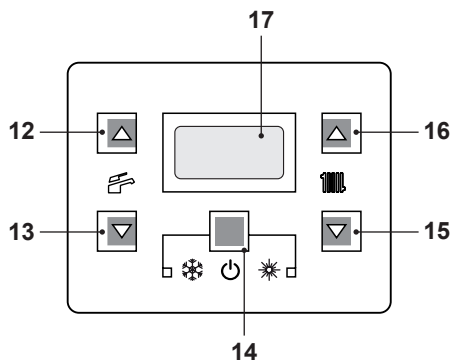
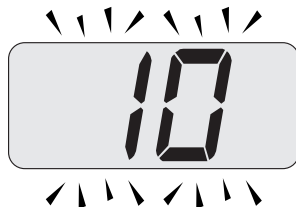
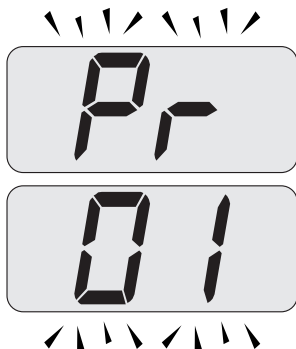
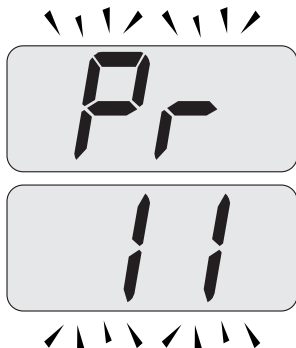

Figura 5.42
Figura 5.45
Figura 5.43
Figura 5.44
dell'impianto riscaldamento di  $\pm 15^\circ\text{C}$  agendo sui tasti 15 (diminuzione) e 16 (aumento) (Figura 5.42).
- Entrare in "modalità programmazione" premendo contemporaneamente per 10 secondi i tasti 14 - 15 - 16 (Figura 5.42) fino a far apparire sul display LCD le lettere **Pr** che si alternano con il codice **01**, indicanti l'entrata nel "parametro 01" (Figura 5.43).
- Premere contemporaneamente i tasti 14 e 16 (Figura 5.42) fino a far apparire sul display LCD il valore del parametro 11 (10=60 secondi) (Figura 5.45).
- Scorrere i vari parametri utilizzando i tasti 15 o 16 fino a far apparire sul display LCD le lettere **Pr** che si alternano con il codice **11**, indicanti l'entrata nel "parametro 11" (Figura 5.44).
- Premendo il tasto 14 (Figura 5.42) si ottiene la conferma del valore inserito.
- Premendo contemporaneamente i tasti 14 e 15 (Figura 5.42) si esce senza modificare il valore (ritorno alla lista parametri Figura 5.44)
- Premendo contemporaneamente per 10 secondi i tasti 14 - 15 - 16 (Figura 5.42) si esce dalla "modalità programmazione".